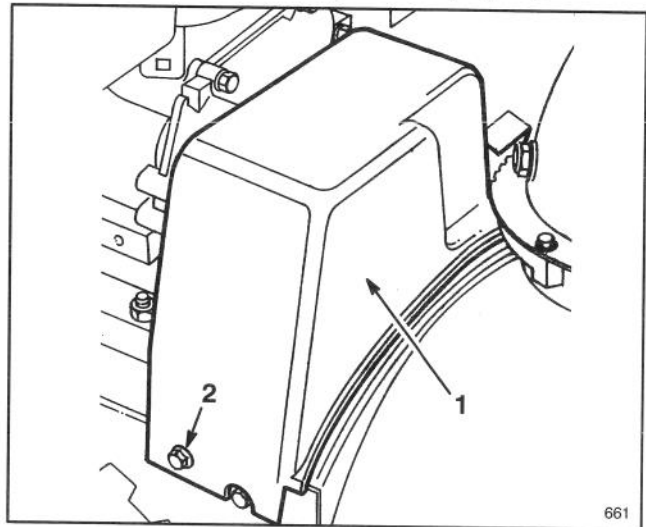

Figure 24
Quand la courroie de commande de tarière et du rotor (Fig. 24) est usée, étirée, saturée d'huile ou défectueuse de quelque manière, il faut la remplacer.
2. Retirez les (2) vis de fixation de la garde de courroie et mettez cette dernière de côté (Fig. 24).
3. Retirez les (2) vis de fixation de la garde de courroie et mettez cette dernière de côté (Fig. 24).